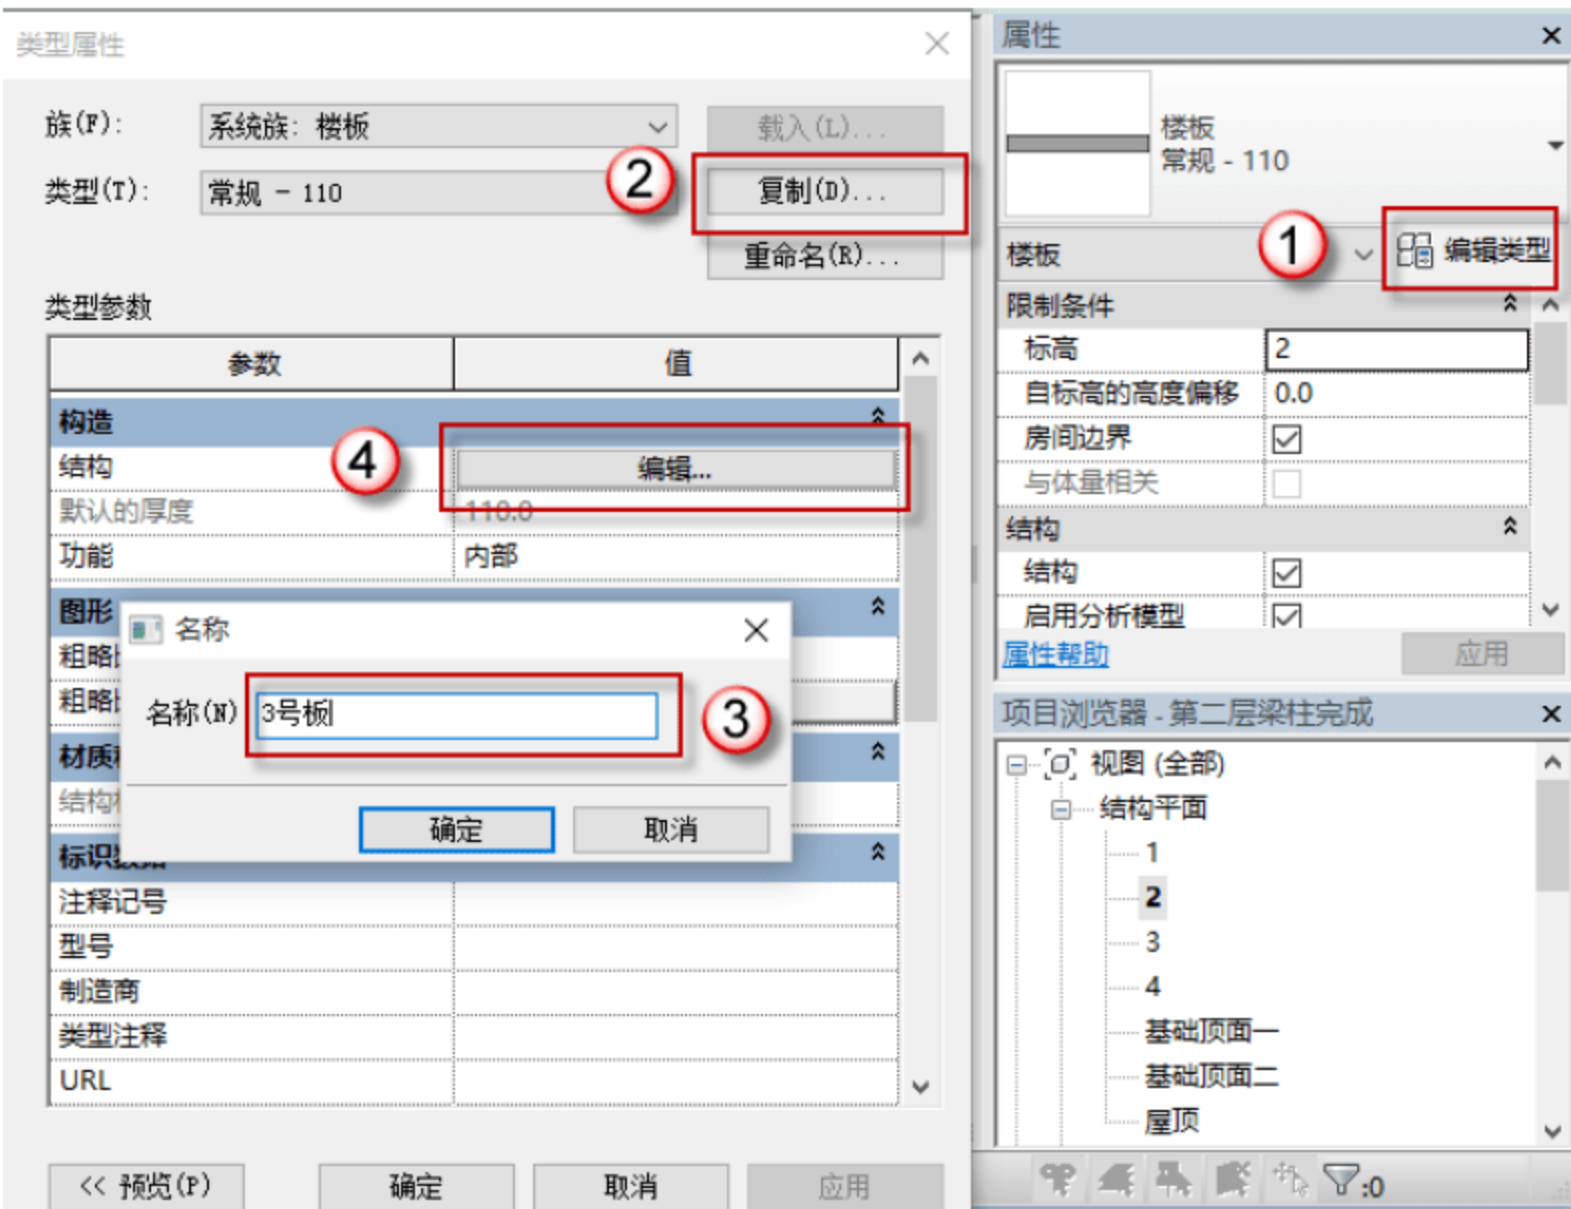

图 3.2.61 设置 3 号板参数
(7) 设置 3 号板参数，按快捷键 S+B，进入编辑模式，单击“编辑类型”按钮，在弹出的对话框中单击“复制”按钮，在弹出的对话框中命名板号，单击“确定”按钮。单击“编辑”按钮，设置参数，将板厚设置为 110，如图 3.2.61 所示。